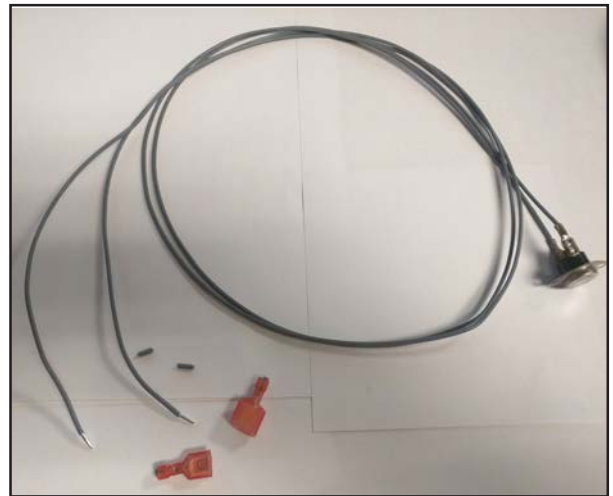

Figure 42: modification de l'interrupteur de déversement
Étape 1: Coupez les connecteurs à l'une des extrémités des fils. Notez que l'interrupteur de déversement n'a pas besoin d'être retiré de l'adaptateur Draffhood pour cette modification (Figure 42).